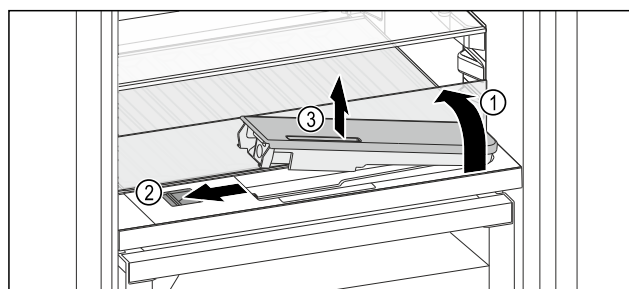

Fig. 172
- ▶ Podnieść płytę szklaną i złożyć ją z powrotem, aż do oporu Fig. 172 (1).
- ▶ Przesunąć suwak Fig. 172 (2) w lewo.
- ▶ Wyjmowanie zbiornika wody Fig. 172 (3).